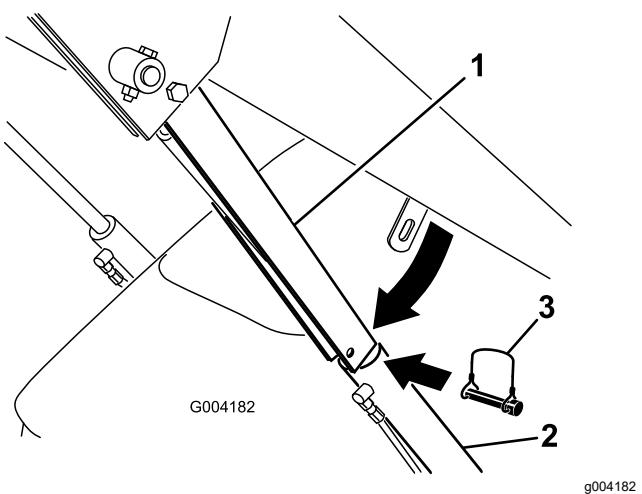

Рисунок 22
- Извлеките шплинт, который крепит замок гидроцилиндра к стреле погрузчика (Рисунок 22).
- Опустите замок гидроцилиндра на шток гидроцилиндра и закрепите его при помощи шплинта (Рисунок 22).